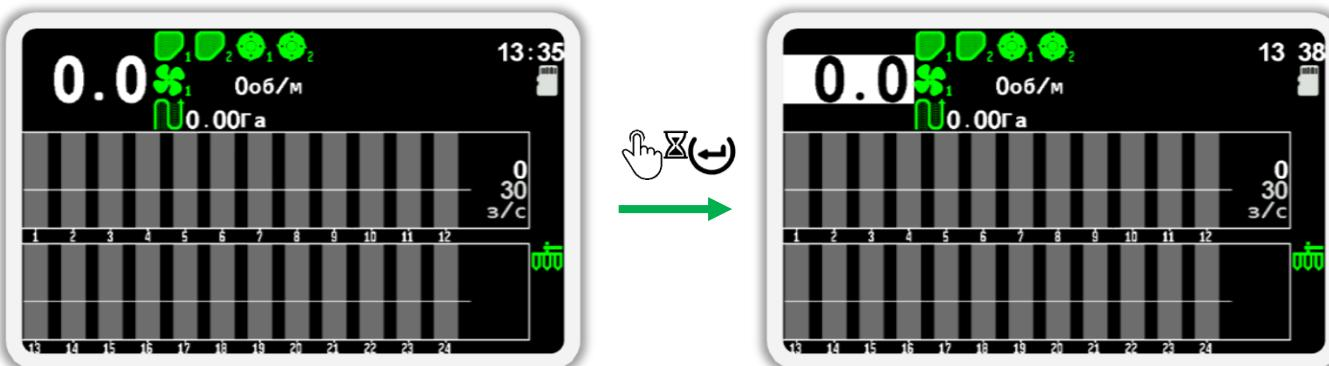

Рисунок 36 Переход в режим настройки датчиков. На рисунке справа изображен выбранный датчик скорости (его фон окрашен белым цветом).
- Находясь на главном экране (см. Рисунок 36), на пару секунд нажмите кнопку  «Меню» для перехода в режим настройки параметров датчиков.